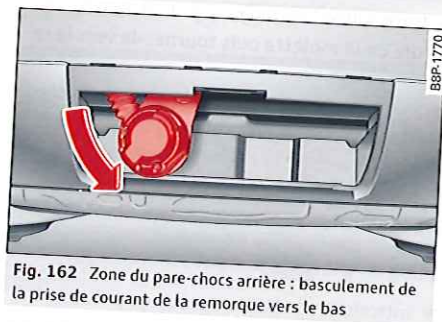

Fig. 162 Zone du pare-chocs arrière : basculement de la prise de courant de la remorque vers le bas
- ▶ Pour raccorder les câbles électriques de la remorque, basculez vers le bas la prise située sous le pare-chocs ⇒ fig. 162.